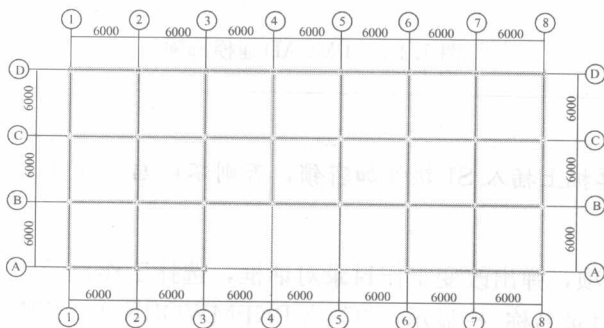

图 1.1-1 例题平面图
**例题:**某工程为五层框架结构,各楼层高为 3.3m,顶层为四坡屋顶,屋脊高度为 2.4m。平面各网格边长为 6000mm×6000mm,柱截面为 500mm×500mm,梁截面为 300mm×600mm。基础为柱下独立基础。结构平面图和轴测图如图 1.1-1 和 1.1-2 所示。